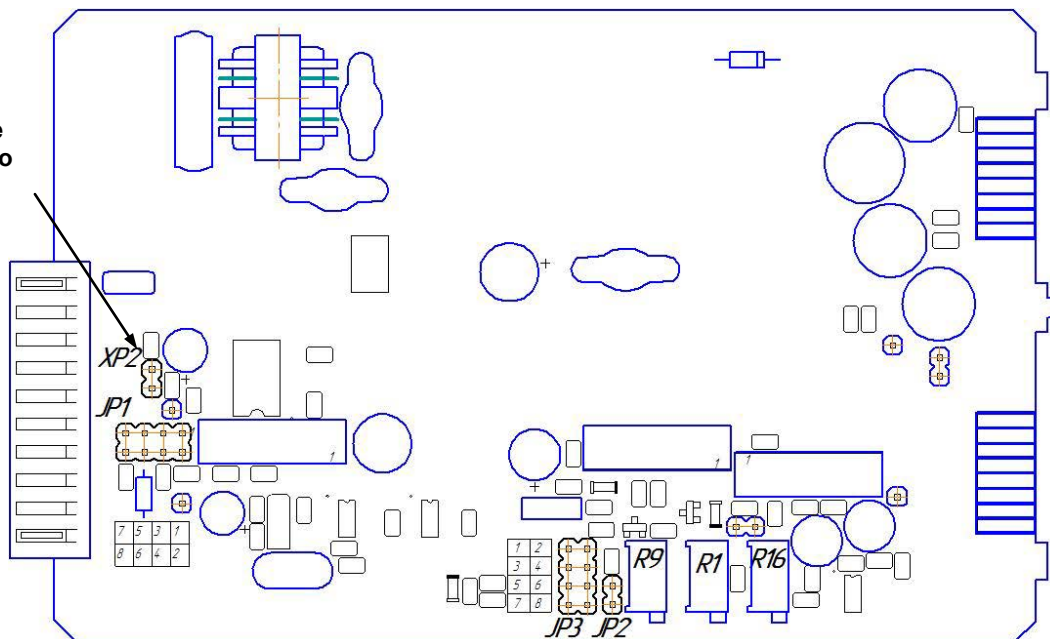
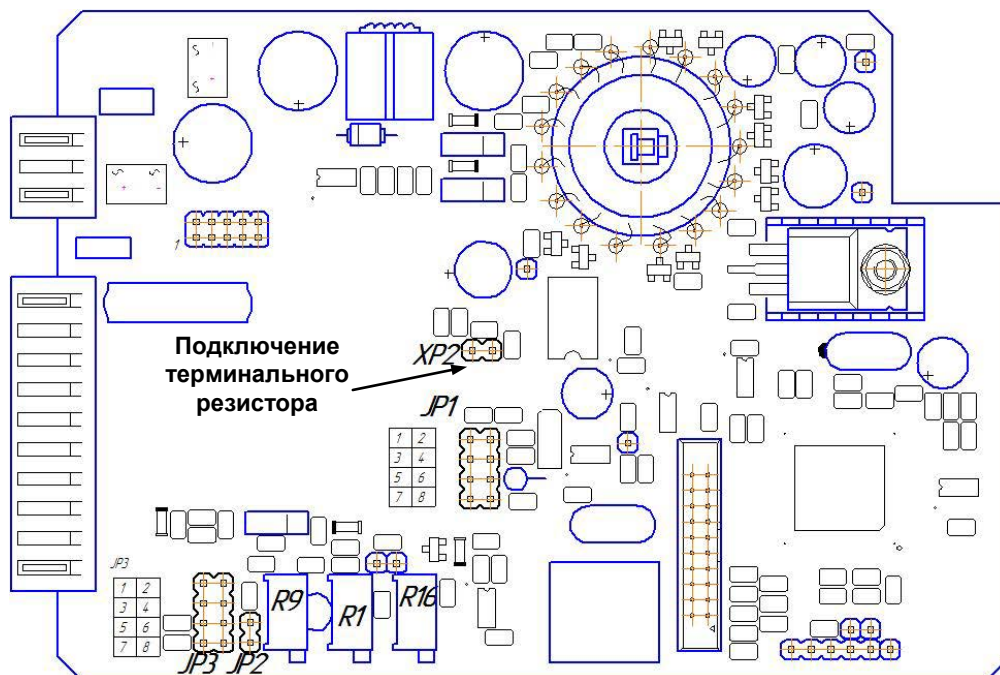

Рисунок 4.2 – Положение перемычек на плате входов БРУ-107
Рисунок 4.3 – Положение перемычек на плате входов БРУ-17
- установить положение переключателей на модуле универсальных входов в положение согласно выбранного типа входного сигнала БРУ-107 (таб. 4.1, рис. 4.2), БРУ-17 (таб. 4.1, рис. 4.3) .
Диапазон изменения выходного аналогового сигнала АО устанавливается переключателями JP2, JP3 (см. рисунок 4.2, рисунок 4.3) на модуле универсальных входов/выходов. Типы выходного сигнала и соответствующие положения переключателей приведены в таблице 4.1